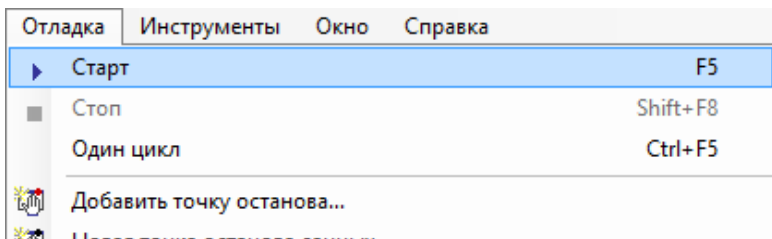

Рис. 82. Команда Старт
3. Выполнить команду **Старт** (F5) (рис. 82)